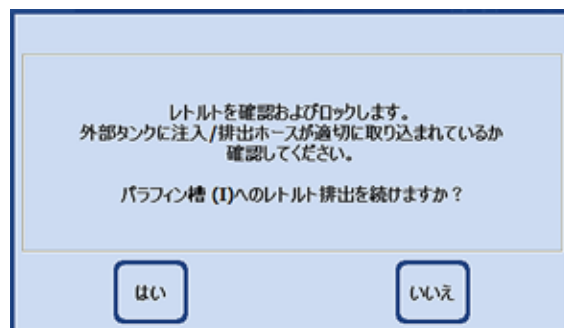

図 184
- 操作を続行するには、下記のセキュリティメッセージを確認する必要があります（図 184）。